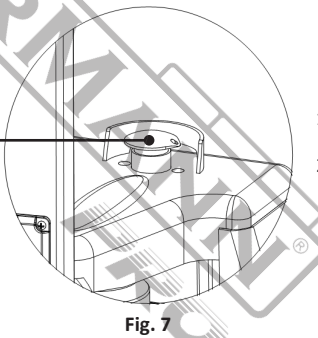

Fig. 7
**Pornirea unității (Fig. 7)**